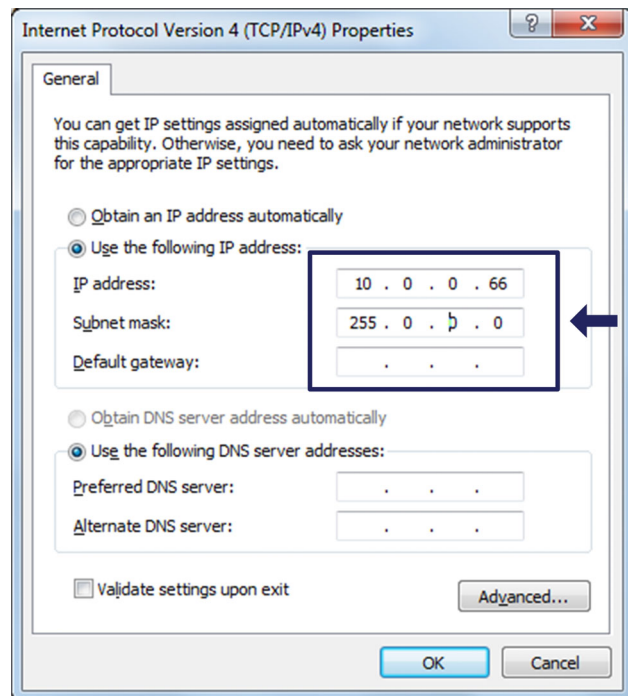

Abb. 3.9 IP-Adresse und Subnetzmaske
- Geben Sie die Daten für die **IP-Adresse** und die **Subnetzmaske** ein (Abb. 3.9).